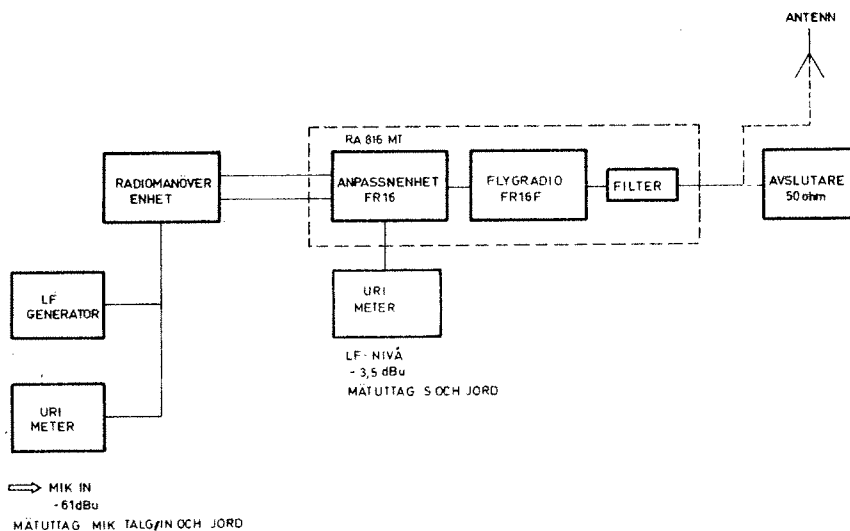

Bild 8
- Anslut LF-generatorn och URI-metern till mätuttagen MIK TALG/IN och JORD på radiomanöverenheten, se bild 8.